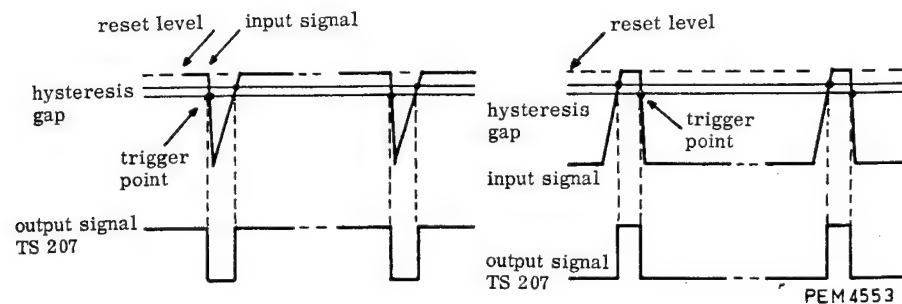

Bild 9. Triggerbetrieb des Impulsformers (Spitzenwert)
- b. TOP In dieser Stellung findet Einpegelung des angebotenen wechsellspannungsgekoppelten Signals statt, wodurch Triggerung gemäss Bild 9 erfolgt; links für negativ gerichtete Signale, rechts für positiv gerichtete Signale (Triggerpolarität negativ).